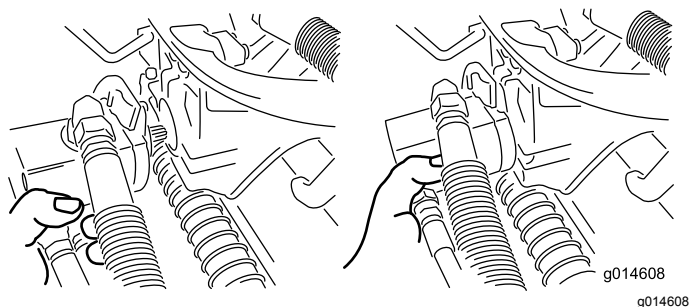

Figura 33
3. Spostate il motore in posizione di stoccaggio davanti al braccio di sospensione (Figura 33).